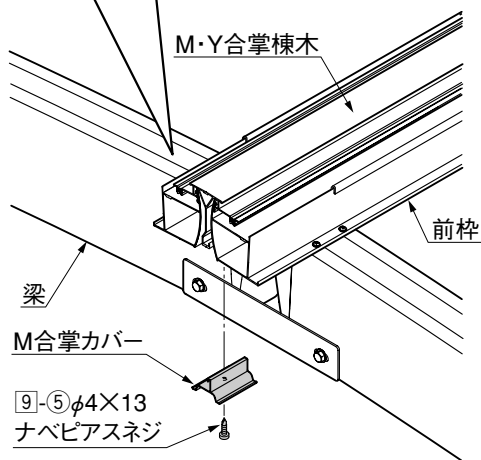

図2-2
- ② M・Y合掌棟木を前杵と前杵の間に乗せてM合掌カバーで固定してください。(図2-2参照)